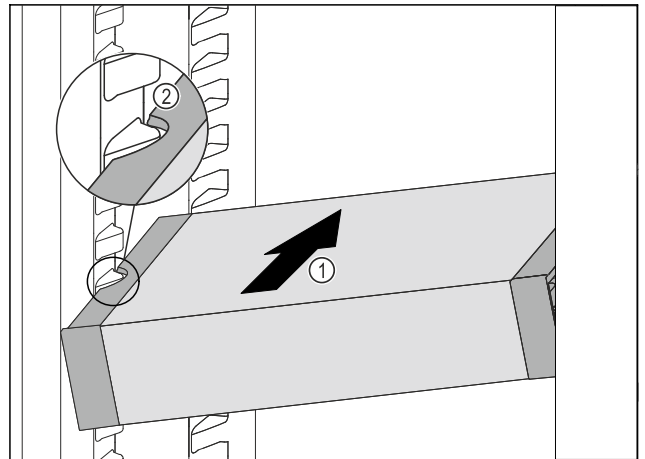

Fig. 122
- ▶ VarioSafe zasúvajte šikmo do chladničky Fig. 122 (1), kým sa bočné vybraná Fig. 122 (2) VarioSafe nebudú nachádzať vo výške rebra nádoby v chladničke.